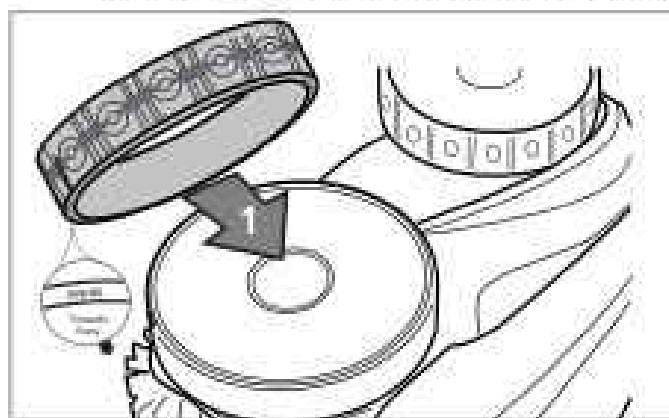

Figure 33. Orientation de remplacement des pneus
3. Pour remplacer le pneu, placez le pneu sur la roue en veillant à orienter le pneu de sorte que le mot **INSIDE**(INTÉRIEUR) se trouve en direction du châssis du nettoyeur (Figure 33).